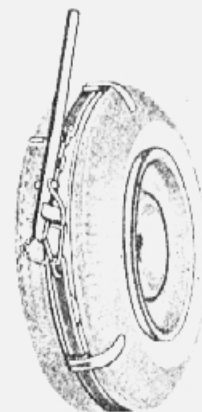

fig. 3 — cinta de montagem para pneu sem câmara
4. Fixar o talão contra o aro colocando uma cinta (fig. 3). Se não possuir a cinta, amarrar um torqueto de corda resistente em torno do pneu e apertá-lo por meio de uma das alavancas de desmontagem. Centrar o pneu na roda com uma marreta de borracha.